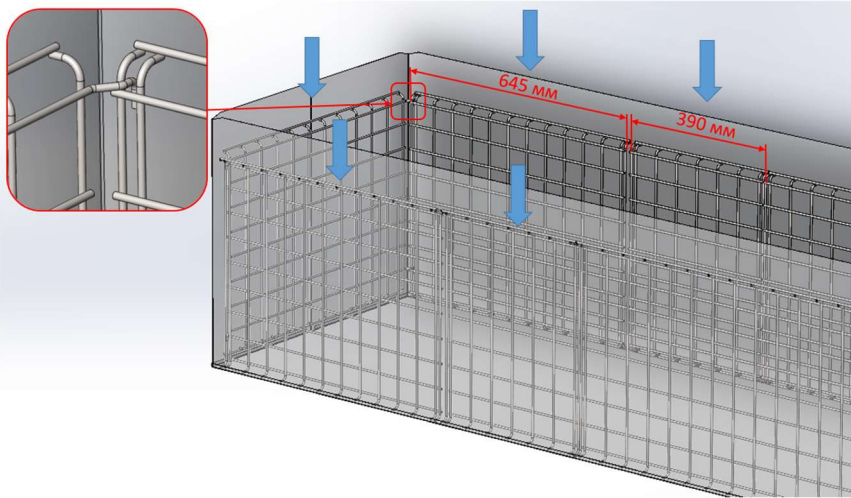

Рис. 4.1.2. Кріплення поздовжніх і торцевих решіток.
2. Встановлюється дві поздовжні решітки і торцеві решітки на ліву стінку внутрішнього простору, зачіплюються за поздовжню (див. рис.4.1.2)